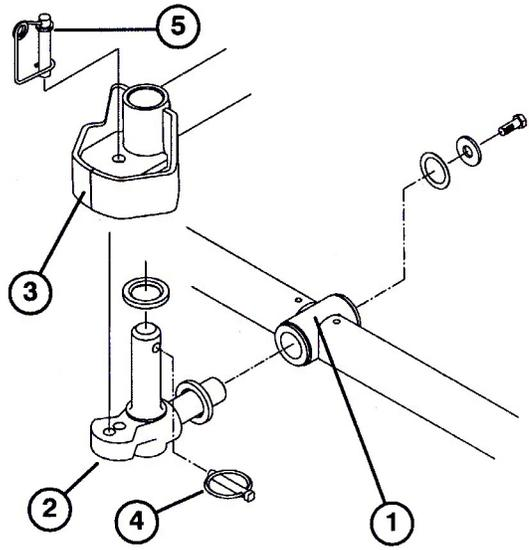

図8
7. ピボットナックルの水平シャフトをキャリアフレームの取り付け穴に差し込む(図8)。
8. スラストワッシャ、平ワッシャ、フランジヘッドキャップスクリューを使って、ピボットナックルをキャリアフレームに固定する(図8)。
9. ピボット・ナックルの垂直シャフトにスラスト・ワッシャを差し込む(図8)。
10. ピボット・ナックルの垂直シャフトを外している場合には、ここで昇降アームのピボット・ハブに差し込む(図8)。昇降アームのステアリング・プレートの下にある2枚のゴム製センタリングバンパーの間に、ピボット・ナックルを挟む。
11. ピボット・ナックルのシャフトに付いている穴にリンチ・ピンを差し込む(図8)。
注: Cuttingユニットを固定モードで使用する場合には、ステアリング・ピンをピボット・ナックルの取り付け穴に差し込んでください(図8)。ステアリング・ピンの下にスプリングを掛ける。